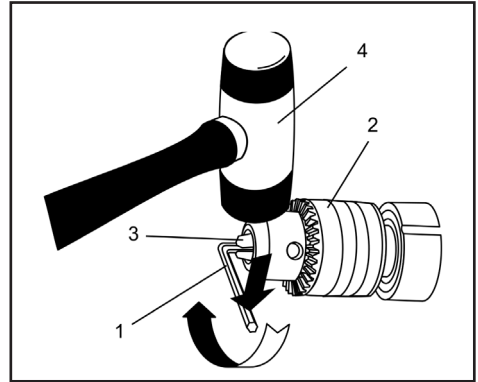
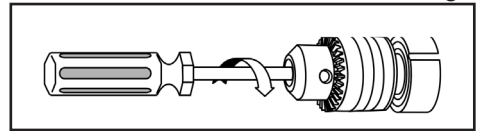

Fig.8
Fig.9
2. Inserte una llave hexagonal de 5/16" (8 mm) (1) entre el mandril (2) y apriete firmemente las mordazas del mandril (Fig. 8). Asegúrese de que cada una de las mordazas del mandril (3) esté acoplada sobre las superficies de la llave hexagonal.
3. Golpee la llave hexagonal con un mazo (4) en el sentido de las agujas del reloj. Esta acción aflojará el tornillo del mandril para facilitar su remoción.
6. Retire el tornillo del mandril usando un destornillador #2 (Fig. 9).